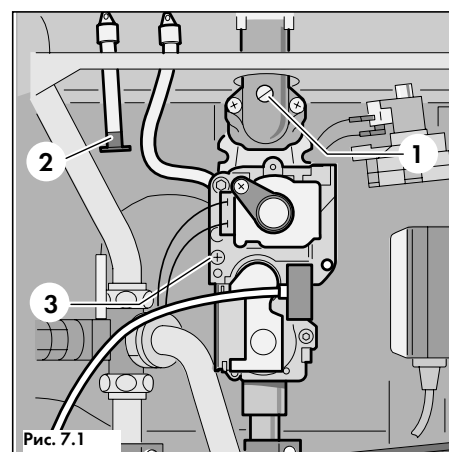
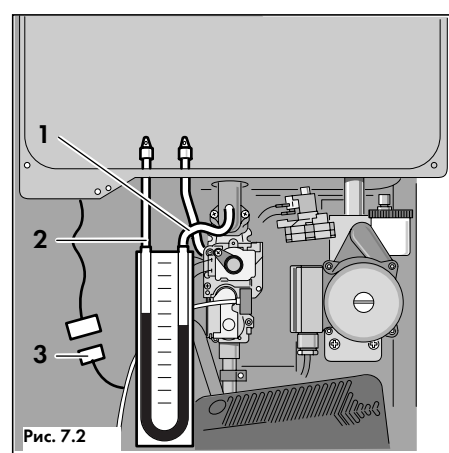

Рис. 7.1
Рис. 7.2
- Открутить запорный винт и присоединить одну трубку U-образного манометра к измерительному штуцеру аппарата (1, рис. 7.2); Удалить пластиковую заглушку и закрепить другую трубку U-образного манометра на трубке турбо-камеры (2, рис. 7.2);
- Выключить котел, отсоединить манометр, плотно закрутить винт измерительного штуцера (1, рис. 7.1) и проверить его на герметичность. У аппаратов VU восстановить соединения датчика NTC (3, рис. 7.3);
- Закрыть заглушкой измерительную трубку турбо-камеры (2, рис. 7.1);
- Отвернуть запорный винт (1, рис. 7.1) и присоединить одну трубку U-образного манометра к измерительному штуцеру аппарата (1, рис. 7.2); Удалить пластиковую заглушку и закрепить другую трубку U-образного манометра на трубке турбо-камеры (2, рис. 7.3).
- Выключить аппарат, отсоединить манометр, плотно закрутить винт измерительного штуцера (1, рис. 7.2) и проверить его на герметичность. Восстановить соединения датчика NTC (3, рис. 7.3);
- Открутить запорный винт и присоединить одну трубку U-образного манометра к измерительному штуцеру аппарата (1, рис. 7.1); Удалить пластиковую заглушку и закрепить другую трубку U-образного манометра на трубке турбо-камеры (2, рис. 7.1);
- Выключить котел, отсоединить манометр, плотно закрутить винт измерительного штуцера (1, рис. 7.1) и проверить его на герметичность;